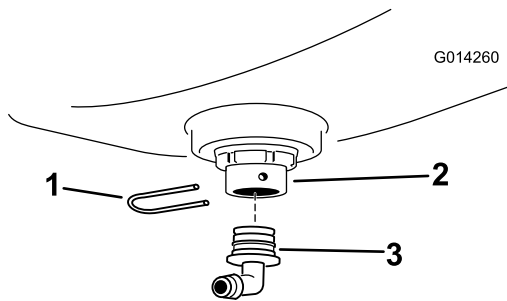

图5
4. 在隔板接头上安装一个 90 度接头，并使用固定叉（图5）来固定。